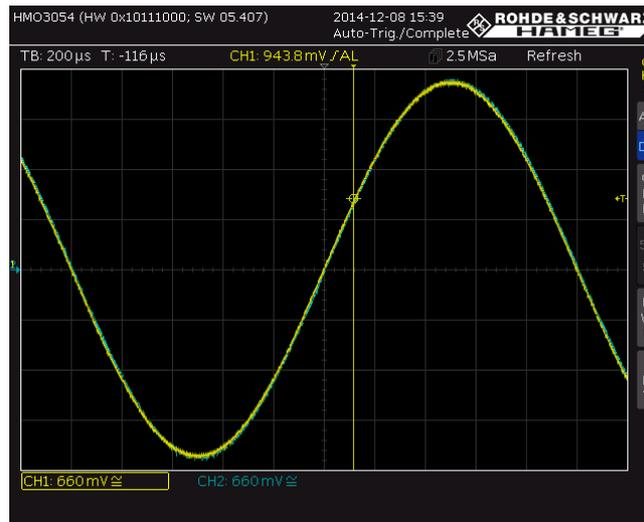

Bild 2-38: Überlagerte Darstellung von CH1 und CH2
- Mit dem Drehknopf *TIME/DIV* die Y-Ablenkung so verändern, dass eine volle Signalschwingung dargestellt wird. Mit dem horizontalen Position Drehknopf das Signal so verschieben so dass es durch den Nulldurchgang verläuft (Bild 2-38).
- Wie in 1.1 beschrieben, stellt der Kondensator bei tiefen Frequenzen einen unendlich hohen Widerstand dar, so dass am Kondensator die gesamte Spannung abfällt ($u_{in}=u_{out}$). Wie zu erwarten hat die Ausgangsspannung kein Phasengang (Bild 2-38).